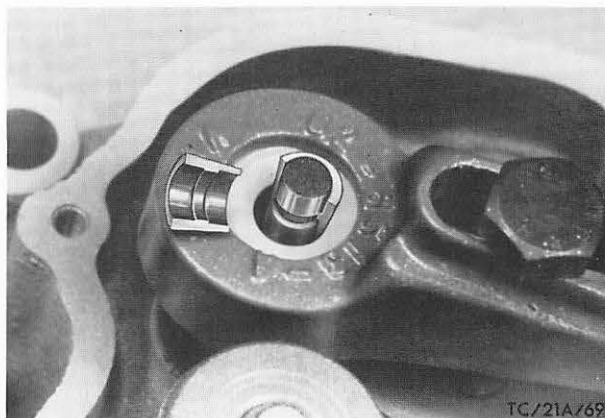

Abb. 254 Ventilkeile ausbauen, „C“-Motor
5. Ventilfeder mit Spezialwerkzeug G2-6513-A herunterdrücken, Ventilfederkeile, Abb. 254, entnehmen und Ventilfeder entspannen. Ventilteller mit Ventilfeder entfernen. Ölabschirmring ausbauen.